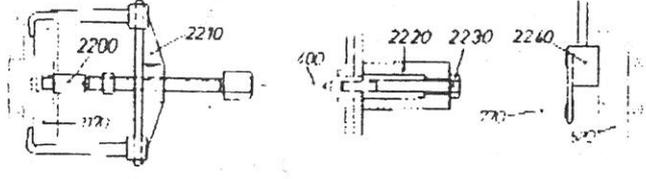

Abb. 9: Abziehvorrückungen
2. Gewindestift (403) lösen, Schraube (410) entfernen, Lagerbolzen (400) mit Schraube (2230) und Abziehhülse (2220) ziehen (siehe Abb. 9).
3. Herausnahme des montierten Schneckenrades (320) mit Nutskupplung.
5. Nach Lösen der 4 Sechskantschrauben (220) zus. ges. Ständer (10) abziehen (bei RBo 144b).
6. Die 3 Zylinderschrauben (150) lösen und Läufer mit Lagerung und Schnecke herausnehmen.
7. Abnahme des Transportgetriebe Kastens (620). Dazu Transportrad, links (1170), mit Abziehvorrückung (2210) und Bolzen (2200) (siehe Abb. 9) abziehen. Nun die beiden Gewindestifte (753) entfernen und Kegelstifte (752) mit Abzieh-Hülse und Schraube ziehen. Nach Herausschlagen der Spannhülse (670) Griff (680) entfernen, Schrauben (750) lösen und Gehäuse abnehmen.
8. Abnahme des Sägelagerdeckels (780) mit Werkzeugwelle (850) nebst Lagerung (880) nach Abziehen des Transportrades, rechts (1210) und nach Lösen der Senkschrauben (790).
9. Herausnahme der Antriebswelle (490) nach Lösen der Sechskantmutter (600) und Abnahme des Rillenkugellagers (590) und der Schnecke (580) mit Kupplungshülse (570). Beim Herauspressen der Welle (490) ist zwischen dem Sägelager (770) und dem Stirnrad (520) der Gegenhalter (2240) (siehe Abb. 9) einzulegen, damit das Stirnrad (520) mit dem Rillenkugellager (550) abgeschoben wird.